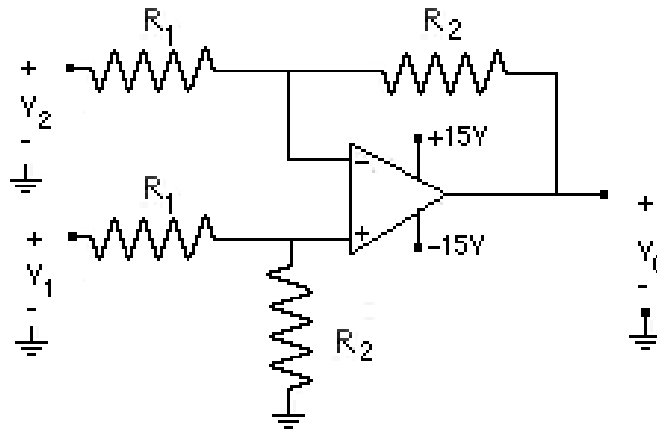

Figura 9.3.- Amplificador diferencial básico
14.- Deduzca la expresión del voltaje de salida para el amplificador diferencial básico cuyo circuito se muestra en la Figura 9.3, considerando que el amplificador operacional es ideal, utilizando los valores indicados por su profesor y alimentándolo con fuentes de $\pm 15V$. Indique cuál es la función principal de este circuito.